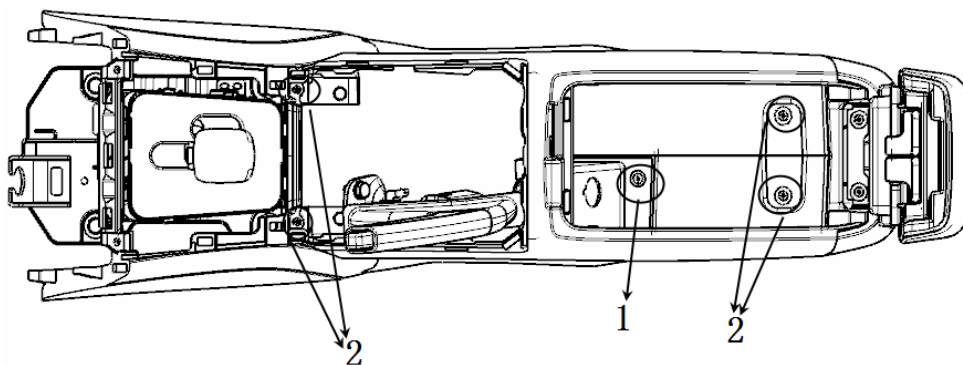

图 5-2-4 副仪表板本体拆卸
(2) 如图 5-2-4 所示：用十字螺丝刀松开 1 所示处备用电源护板，再松开 2 所示四处安装螺钉，小心取下副仪表板本体总成。**注意：拿出副仪表板本体前，请确认与之连接的线束已松开。**